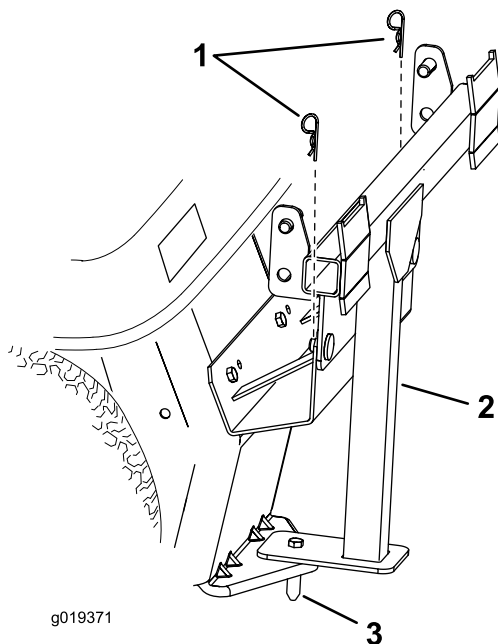

Figure 5
5. Tournez le cadre vers le haut pour que les goupilles rentrent dans les trous du support supérieur sur le tracteur (Figure 5).
6. Fixez les broches avec les goupilles fendues (Figure 5).